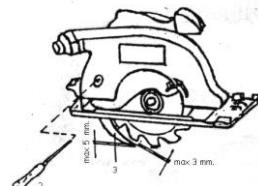

Fig. 5
6. Regolare opportunamente il coltello separatore (v. fig. 5).